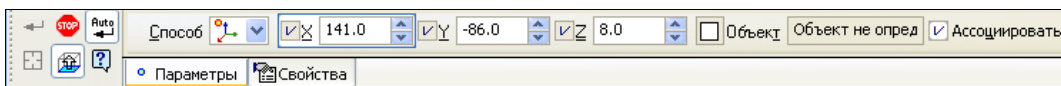

Рис. 23.1. Панель свойств: Точка при установленном способе **По координатам**
- ♦ вызовите команду **Точка**. На Панели свойств: Точка (рис. 23.1) имеются две вкладки: **Параметры** и **Свойства**. На вкладке **Параметры** в окне **Способ** по умолчанию установлен способ **По координатам (XYZ)** . При перемещении курсора в окне точка определяется как проекция курсора на плоскость, параллельную экрану и проходящую через начало координат. При подведении курсора к точечному объекту рядом с ним появляется условное изображение вершины и на Панели свойств в окнах **X**, **Y**, **Z** отображаются координаты точки;